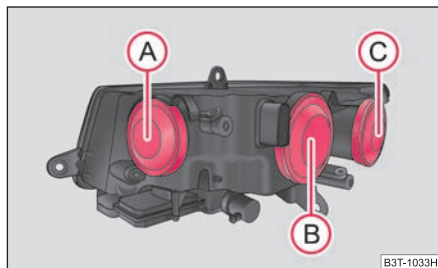

Fig. 233 Faros delanteros: Posición de montaje de las bombillas
Posiciones de las bombillas en el faro delantero ⇒ fig. 233.
- Quitar la caperuza protectora (A) ⇒ fig. 233.
- Quitar la caperuza protectora (B) ⇒ página 269, fig. 233.